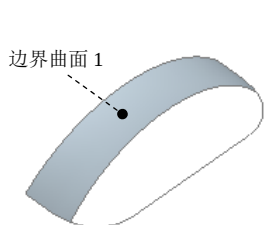
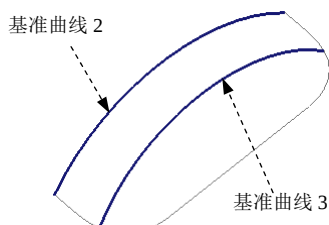

图 4.6.11 创建边界曲面 1
图 4.6.12 选择第一方向曲线
Step7. 创建图 4.6.11 所示的边界曲面 1。
- (1) 单击模型功能选项卡 曲面 区域中的“边界混合”按钮.
- (2) 定义边界曲线。
① 选择第一方向曲线。按住 Ctrl 键，依次选取基准曲线 3、基准曲线 2（图 4.6.12）为第一方向边界曲线。